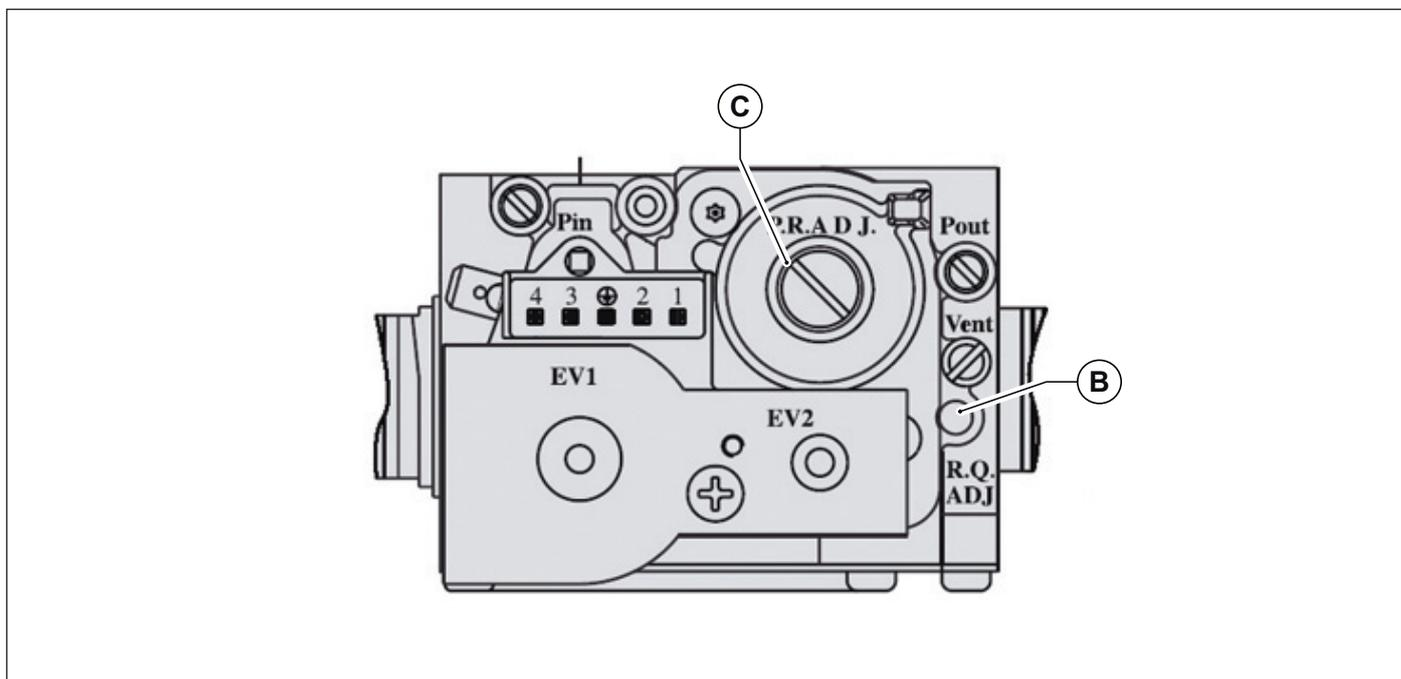

Fig. 33 Regolazione valore anidride carbonica
- Regolare il valore dell'anidride carbonica (CO₂) nei fumi ruotando il regolatore di rapporto **B** (vedi Fig. 33 Regolazione valore anidride carbonica) e assicurarsi che rientri nei limiti della Tab. 18 Valori di CO₂ nei fumi. Lasciare la caldaia in modalità spazzacamino e portarsi al passo successivo di regolazione alla potenza minima.
- Regolare il valore dell'anidride carbonica (CO₂) nei fumi ruotando il regolatore di offset **C** (vedi Fig. 33 Regolazione valore anidride carbonica) e assicurarsi che rientri nei limiti della Tab. 18 Valori di CO₂ nei fumi.